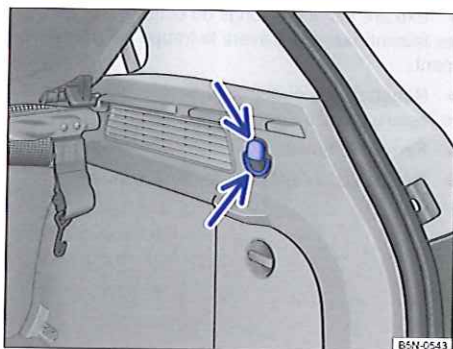

Fig. 100 Dans le coffre à bagages : crochet pour sac
- Appuyez vers le bas pour extraire les crochets pour sac → fig. 100.
- Appuyez vers le haut pour extraire les œillets pour sac → fig. 100.